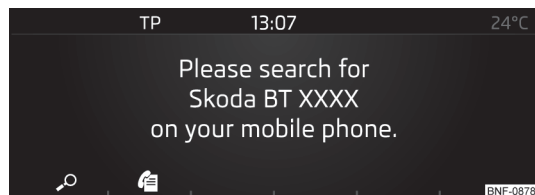

Bild 106
- Om **ingen** telefon är ansluten till apparaten ska du trycka på knappen **PHONE** → **☞ bild 106**.